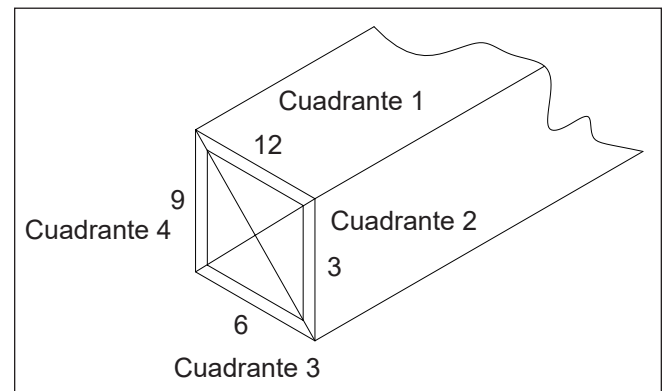

Figura 4.24 — Ubicar y determinar el grado de daño de la pluma
1. Identifique el cuadrante dentro del cual se encuentra el daño. Si el área dañada se encuentra en una línea entre los cuadrantes (consulte la Figura 4.24), cambie al método de reloj (por ejemplo, el daño se encuentra a las tres).